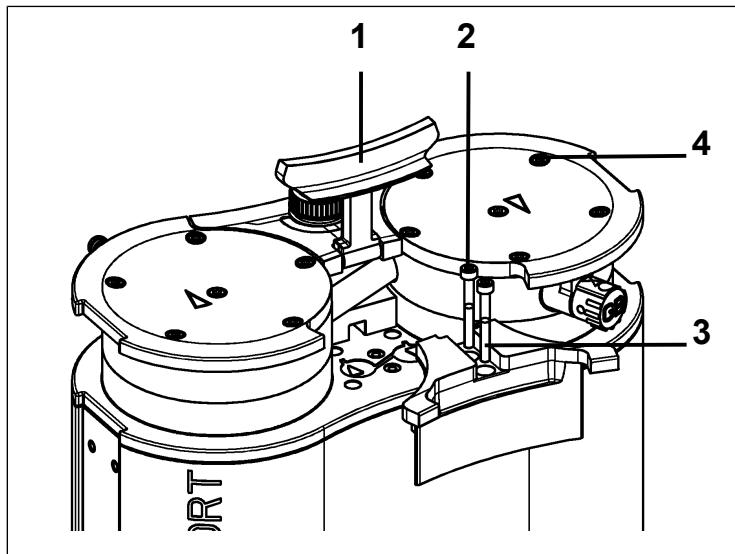

Abb.8: Blende abmontieren
1. Stellen Sie den Griff (1/Abb. 8) in eine senkrechte Position.
2. Lösen Sie die Schrauben (2/Abb. 8) der Blende (3/Abb. 8).
3. Entfernen Sie die Blende (3/Abb. 8).
4. Lösen Sie die außenliegenden Kopfschrauben (4/Abb. 8).
1. Markieren Sie Druckplatte (2), Kopfdeckel (3), Zwischenplatte (6) mit einem durchgehenden Bleistiftstrich. Durch dies wird verhindert, dass die Teile später falsch montiert werden.
2. Lösen Sie die außenliegende Schrauben (4/Abb. 8) von den Pumpenköpfen.
9. Setzen Sie die Pumpenköpfe (bestehend aus Kopfdeckel (3), Zwischenplatte (6) mit Ventilplatten/Dichtungen (4) und Druckplatte (2)) zusammen mit dem Verschaltungsrühr entsprechend dem Bleistiftstrich auf das Pumpengehäuse.
10. Montieren Sie die Griffblende (3/Abb. 8).
11. Ziehen Sie die Schrauben (2/Abb. 8) der Griffblende (3/Abb. 8) an (Anziehmoment: 2 Nm).